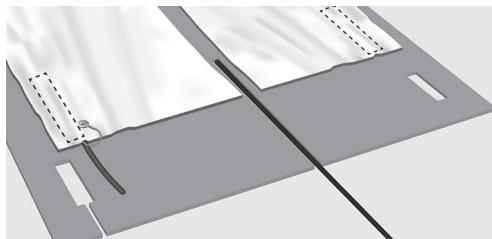

Fig. 8. Udskæring i underlaget
**8.** Når varmemåtten er lagt ud i henhold til tegningen, er det tid til at lave udskæringer i underlaget for at lave plads til samlingerne i varmemåtten (Fig. 8).